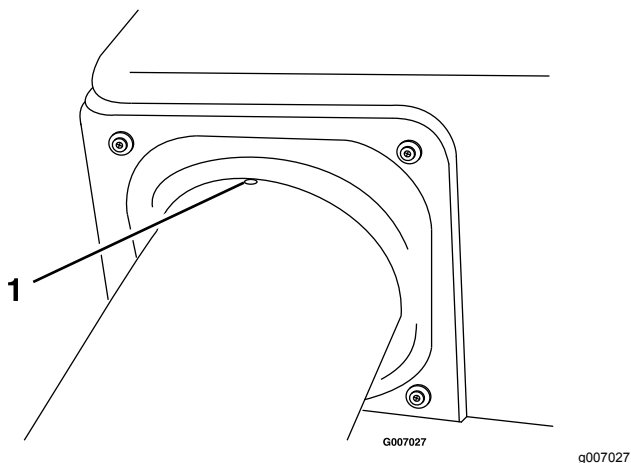

Figura 49
- 6. Allineate la fossetta nel tubo superiore in ugual misura tra le viti che fissano la guarnizione della tramoggia alla tramoggia stessa (Figura 49).
10. Verificate che la fossetta di **Figura 49** sia ancora in posizione.